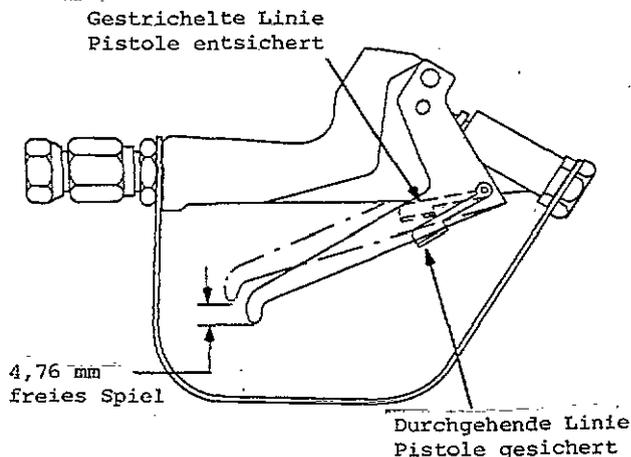

Abb. 3.1
1. Pistole wie gezeigt horizontal halten. Pistole entsichern, siehe gestrichelte Linie. Pistolenabzug bis zum Widerstand durchziehen, siehe Abb. 3.1.
2. Abzug nach vorne fallen lassen. Die Pistole ist jetzt gesichert, siehe gestrichelte Linie. Das "freie" Spiel des Abzuges sollte 4,76 mm betragen, siehe Abb. 3.1.